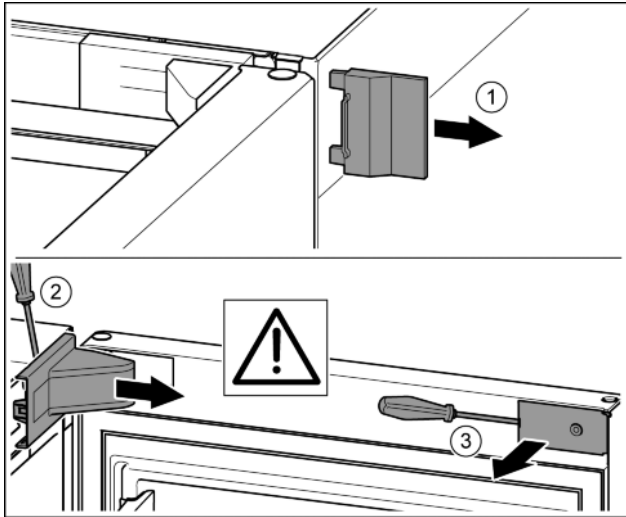

Fig. 7
- ▶ Снять внешнюю крышку. Fig. 7 (1)
- ▶ При помощи отвертки освободить от фиксаторов крышку опорного кронштейна и отсоединить. Снять крышку опорного кронштейна. Fig. 7 (2)
- ▶ Шлицевой отверткой вывести накладку из зацепления и отвести в сторону. Fig. 7 (3)